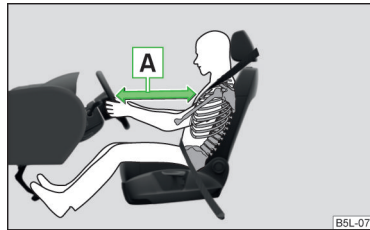

Abb. 9
- Für den Fahrer und Beifahrer ist es wichtig, einen Abstand von mindestens 25 cm zum Lenkrad bzw. zur Schalttafel einzuhalten **A** » Abb. 9. Wenn Sie den Mindestabstand nicht einhalten, kann Sie das Airbag-System nicht schützen - Lebensgefahr! Außerdem müssen die Vordersitze und die Kopfstützen immer der Körpergröße entsprechend richtig eingestellt sein.